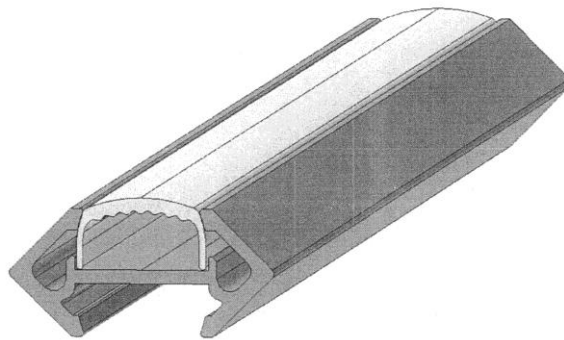
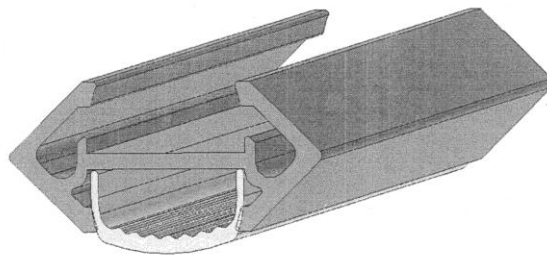
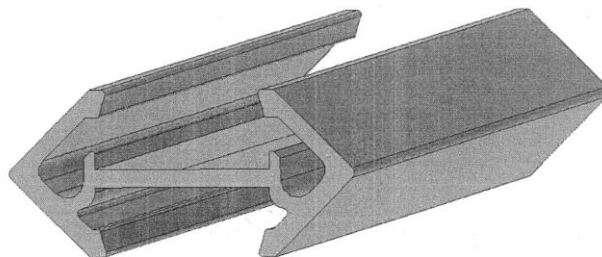

Fig.1
Fig.2
Fig.3
Listwa profilowa z wkładką uwidoczniona została na rysunkach, na których pierwsza odmiana listwy uwidoczniona została na fig. 1 - która przedstawia widok czołowo-ukośny charakterystycznego symetrycznego kształtu listwy o pionowej osi symetrii i zewnętrznych bocznych powierzchniach o zarysie stylizowanych trójkątów, które na wewnętrznych powierzchniach posiadają symetryczne pogrubienia na końcach zarysów oraz tylne ścianki o łukowych zarysach posiadające odcinek równoległy do osi symetrii, które na zewnętrznych powierzchniach posiadają wspólny poziomy element prostopadły do osi symetrii, a pomiędzy wewnętrznymi powierzchniami w górnej części jest wkładka półprzezroczysta o zarysie stylizowanej litery U posiadająca na zewnętrznej górnej powierzchni szereg wzdłużnych rowków oraz boczne powierzchnie sprężyste, których czołowe wzdłużne powierzchnie spoczywają na wewnętrznym wspólnym poziomym elemencie prostopadłym do osi symetrii; druga odmiana listwy uwidoczniona została na fig. 2 - która przedstawia widok czołowo-ukośny charakterystycznego symetrycznego kształtu listwy o pionowej osi symetrii i zewnętrznych bocznych powierzchniach o zarysie stylizowanych trójkątów, które na wewnętrznych powierzchniach posiadają symetryczne pogrubienia na końcach zarysów oraz ścianki o łukowych zarysach posiadające odcinek równoległy do osi symetrii, które na zewnętrznych powierzchniach posiadają wspólny poziomy element prostopadły do osi symetrii, a pomiędzy wewnętrznymi powierzchniami w dolnej części umieszczona jest wkładka półprzezroczysta o zarysie stylizowanej litery U posiadająca na zewnętrznej górnej powierzchni szereg wzdłużnych rowków oraz boczne powierzchnie sprężyste, których czołowe wzdłużne powierzchnie spoczywają na wewnętrznym wspólnym poziomym elemencie prostopadłym do osi symetrii; fig. 3 - przedstawia widok czołowo - ukośny listwy z fig. 1 i fig. 2.
1. odmiana pierwsza uwidoczniona jest na figurach fig. 1, fig. 3;
2. druga odmiana uwidoczniona jest na figurach fig. 2, fig. 3.
Istotne cechy wzoru przemysłowego stanowiącego listwę profilową z wkładką uwidocznioną na załączonych rysunkach fig. 1 do fig.3, przejawiają się tym, że ma o charakterystycznym symetrycznym kształcie listwę o pionowej osi symetrii i zewnętrznych bocznych powierzchniach o zarysie stylizowanych trójkątów, które na wewnętrznych powierzchniach posiadają symetryczne pogrubienia na końcach zarysów oraz tylne ścianki o łukowych zarysach posiadające odcinek równoległy do osi symetrii, które na zewnętrznych powierzchniach posiadają wspólny poziomy element prostopadły do osi symetrii, a pomiędzy wewnętrznymi powierzchniami w górnej części lub w dolnej części jest wkładka półprzezroczysta o zarysie stylizowanej litery U posiadająca na zewnętrznej górnej powierzchni szereg wzdłużnych rowków oraz boczne powierzchnie sprężyste, których dolne czołowe wzdłużne powierzchnie spoczywają na wewnętrznym wspólnym poziomym elemencie prostopadłym do osi symetrii.
Pierwsza odmiana listwy profilowej z wkładką uwidoczniona na fig. 1 i fig. 3 ma o charakterystycznym symetrycznym kształcie listwę o pionowej osi symetrii i zewnętrznych bocznych powierzchniach o zarysie stylizowanych trójkątów, które na wewnętrznych powierzchniach posiadają symetryczne pogrubienia na końcach zarysów oraz tylne ścianki o łukowych zarysach posiadające odcinek równoległy do osi symetrii, które na zewnętrznych powierzchniach posiadają wspólny poziomy element prostopadły do osi symetrii, a pomiędzy wewnętrznymi powierzchniami w górnej części jest wkładka półprzezroczysta o zarysie stylizowanej litery U posiadająca na zewnętrznej górnej
Druga odmiana listwy profilowej z wkładką uwidocznioma na fig. 2 i fig. 3 ma o charakterystycznym symetrycznym kształcie listwę o pionowej osi symetrii i zewnętrznych bocznych powierzchniach o zarysie stylizowanych trójkątów, które na wewnętrznych powierzchniach posiadają symetryczne pogrubienia na końcach zarysów oraz tylne ścianki o łukowych zarysach posiadające odcinek równoległy do osi symetrii, które na zewnętrznych powierzchniach posiadają wspólny poziomy element prostopadły do osi symetrii, a pomiędzy wewnętrznymi powierzchniami w dolnej części jest wkładka półprzezroczysta o zarysie stylizowanej litery U posiadająca na zewnętrznej górnej powierzchni szereg wzdłużnych rowków oraz boczne powierzchnie sprężyste, których dolne czołowe wzdłużne powierzchnie spoczywają na wewnętrznym wspólnym poziomym elemencie prostopadłym do osi symetrii.